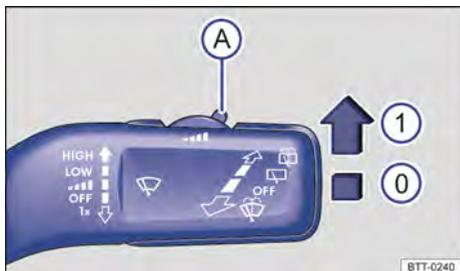

Fig. 118 Alavanca dos limpadores dos vidros: regular o sensor de luz e de chuva (A).
O sensor de chuva e de luz ativado controla automaticamente os intervalos dos limpadores dos vidros de acordo com a intensidade da chuva → ⚠️. A sensibilidade do sensor de chuva e de luz pode ser regulada manualmente com ajuda do interruptor → Fig. 118 (A).
Pressionar a alavanca para a posição desejada → Fig. 118: